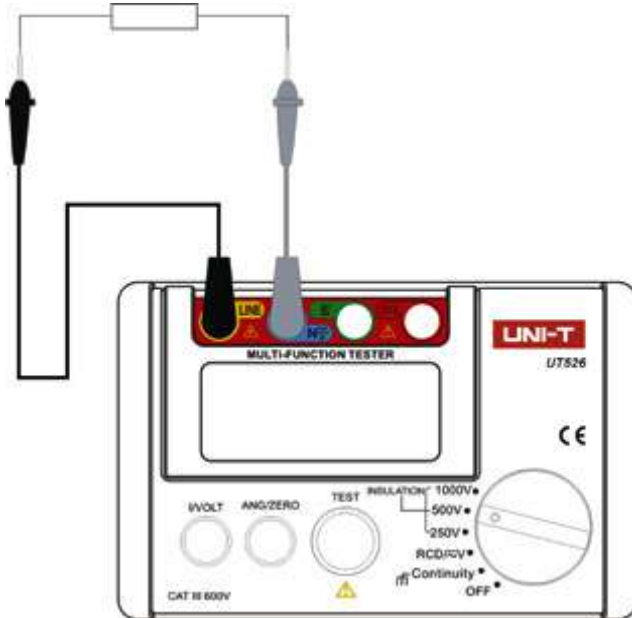

Рисунок 5
10. ТЕСТИРОВАНИЕ СОПРОТИВЛЕНИЯ ИЗОЛЯЦИИ (см. рисунок 5)